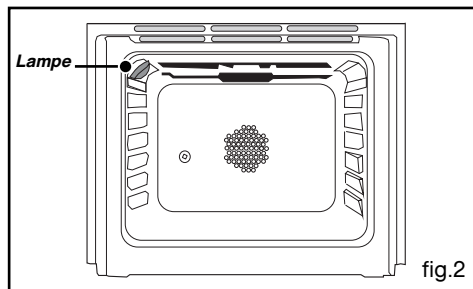

fig.2
• **REPLACEMENT DE LA LAMPE DU FOUR fig.2**
A l'apparition de la flamme maintenez toujours la manette appuyée **fortement** durant quelques secondes (Fig.2).